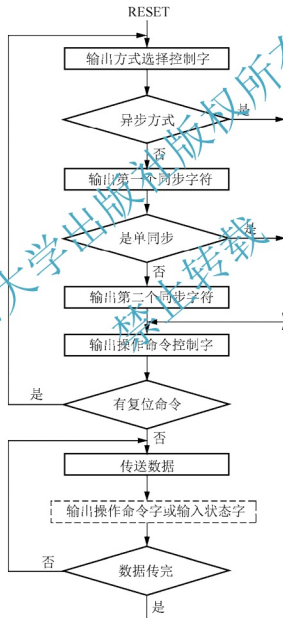

图 7.61 8251A 初始化编程流程图
(1) 8251A 方式命令字、工作命令字和状态字之间的关系是：方式命令字只是约定了双方通信的方式(同步/异步)及其数据格式(数据位和停止位长度、校验特性、同步字符特性)，传送速率(波特率因子)等参数，但并没有规定传送的方向是发送还是接收，故需要工作命令字来控制发/收。何时才能发/收取决于 8251A 的工作状态，即状态字。只有当 8251A 进入发送/接收准备好的状态，才能真正开始数据的传送。
(2) 因为方式命令字和工作命令字均无特征位标志，且都是送到同一命令端口，所以在向 8251A 写入方式命令字和工作命令字时，需要按一定的顺序，这种顺序不能颠倒和改变，若改变了这种顺序，8251A 就不能识别。8251A 初始化编程的操作如图 7.61 所示。